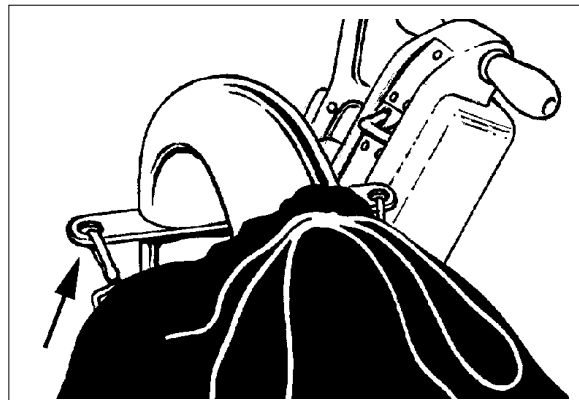

Figure 9
3. Attachez le sac de dépoussiérage au coude (voir figure 9). Croisez les cordons du sac et attachez-les bien serrés sur l'évasement du coude. Enroulez le cordon autour du coude et fixez-le solidement.